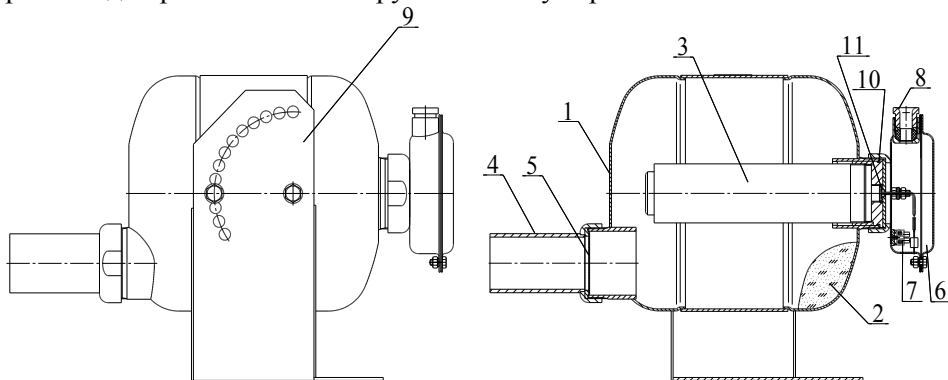

Рисунок 1
МПП (см. рисунок 1) состоит из корпуса **1**, в котором размещаются огнетушащий порошок (ОП) **2** и источник холодного газа (ИХГ) **3**.
- ИХГ-10(М)-04 СИАВ 066614.025.000 ТУ (поз. 3 рисунок 1) – 1 шт.;
- резиновая прокладка черт. СИАВ 634233.006.023-01 (поз. 11 рисунок 1) – 1 шт.;
- огнетушащий порошок ИСТО-1 ТУ 2149-001-54572789-00 (поз. 2 рисунок 1) – 9,5 кг;
- мембрана черт. СИАВ 634233.007.005 (поз. 6 рисунок 1) – 1 шт.
2.1.3 Закрепить кронштейн 9 (см. рисунок 1) на потолке, стене или иной несущей плоскости, расположенной под любым углом относительно поверхности пола. Координаты отверстий в кронштейне, предназначенном для крепления МПП, приведены на рисунке 3.